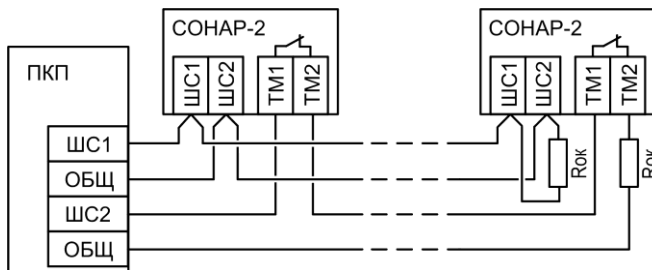

Рис.4 Схема подключения к ПКП
- Питание по шлейфу сигнализации. Подключение извещателя к приемно-контрольному прибору осуществляется по двухпроводной схеме (см. рис.4). Для работы извещателя не требуется источника напряжения 12 В и соответствующей линии питания.
Снимите крышку извещателя, извлеките плату из корпуса. Проведите разметку отверстий для монтажа с учетом положения отверстий в основании. Закрепите основание в выбранном месте. Установите плату на место в корпус. Подключите провода в соответствии со схемой подключения (рис.4).